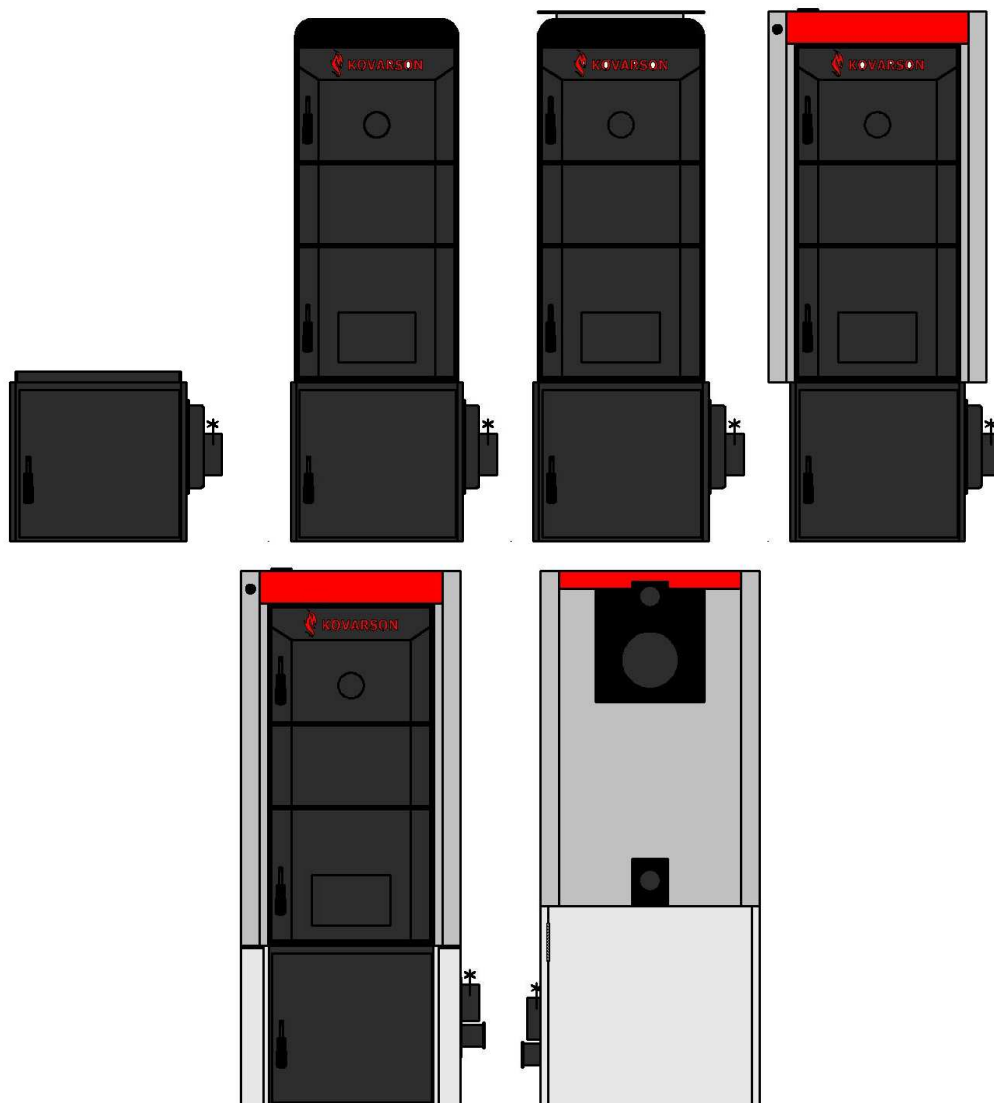

Abb. Nr. 4 - Beschichtungsverfahren Kessel
6. Die Reinigungstür öffnen und 6 Stück Turbulatoren (siehe Abb. Nr. 4) und obere Keramik (siehe Abb. Nr. 5).